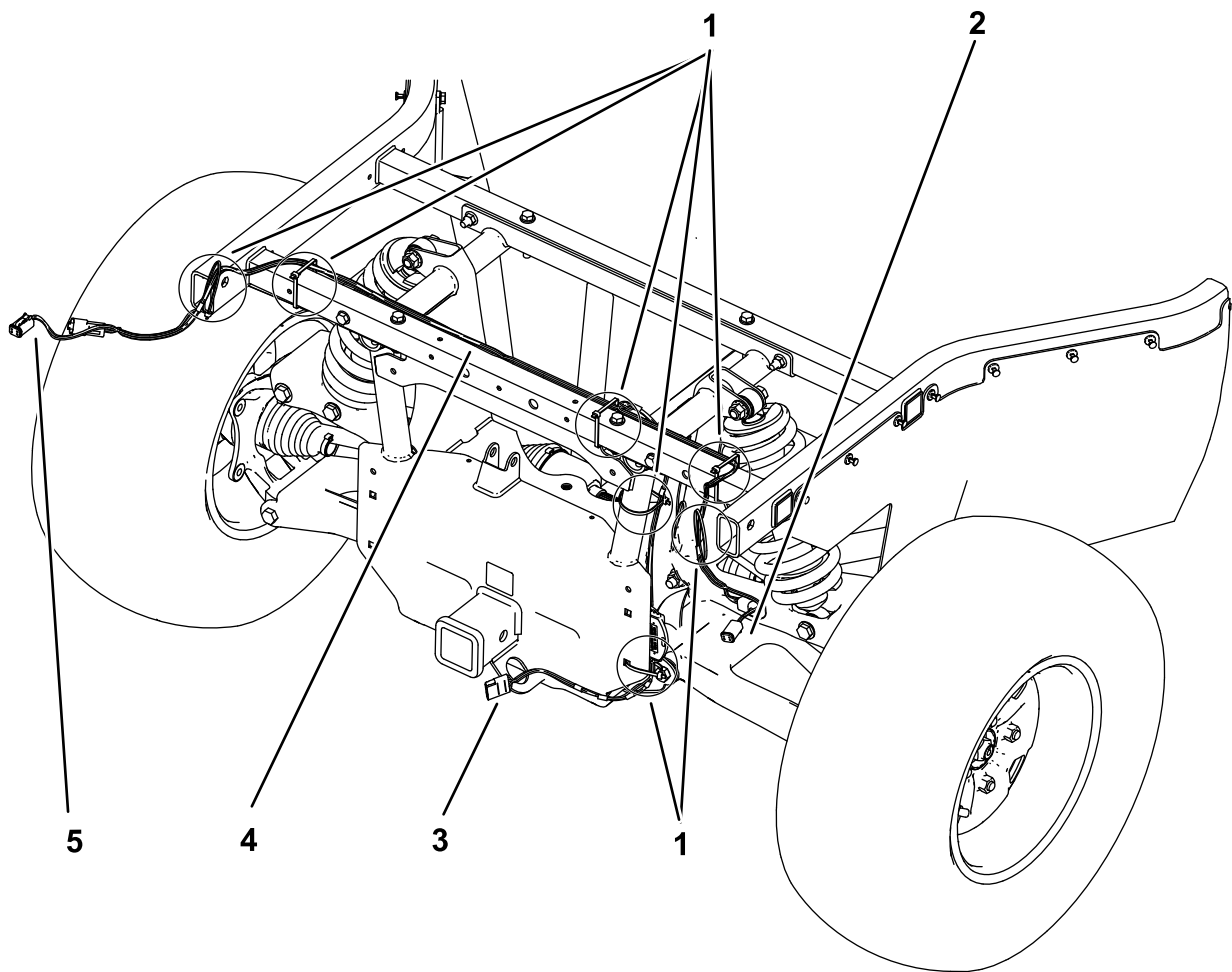

Рисунок 4
2. Разделите две части жгута, проложив каждую из них вдоль нижней стороны задней трубы рамы к отверстиям в боковых балках рамы, как показано на Рисунок 4.
6. С помощью 7 кабельных стяжек закрепите жгут проводов световых сигналов прицепа на задней трубе и на главном жгуте проводов в местах, показанных на Рисунок 4.